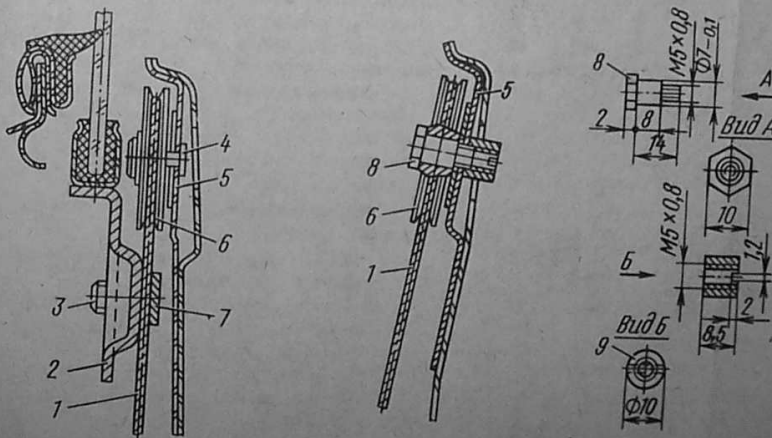

Рис. 174. Установка верхнего ролика стеклоподъемника
2. Отвернуть винт 3 (рис. 174) скобы 7 крепления троса, отсоединить трос 1 от кронштейна 2 обоймы опускаемого стекла и вынуть скобу.
Восстановление ослабленного крепления верхнего ролика стеклоподъемника. Ввиду того что кронштейн 5 (см. рис. 174) крепления ролика 6 несъемный, а место расположения ролика не позволяет расклепывать новую ось внутри двери, необходимо из малоуглеродистой стали изготовить специальные ремонтную ось 8 и гайку 9.